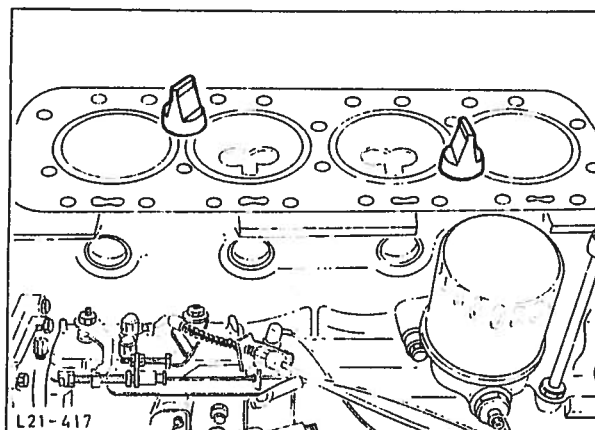
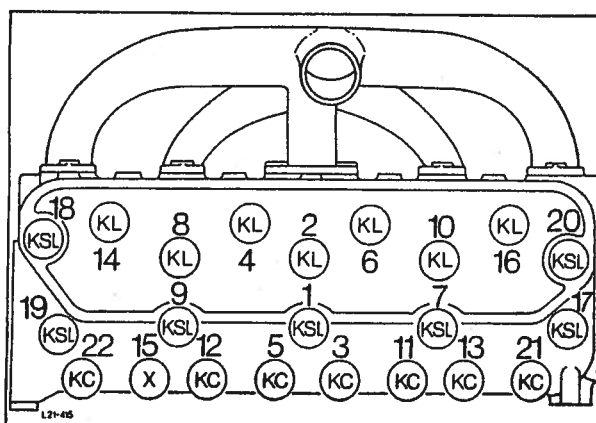

Fig. 110 Fest sylindrerforingene med spesialverktøy 21-088.
Fig. 111 Tiltrekkingsrekkefølge for topploksbolter.
12. Skru ut topploksboltene (22). Løsne topplokket i motsatt rekkefølge i forhold til tiltrekkingen (tiltrekkingsrekkefølge, se fig. 111). Løft av topplokket komplett med innsugning- og eksosmanifold. Ta vekk topppakningen og fest deretter sylindrerforingene med spesialverktøy 21-088, fig. 110.
Trekk til topploksboltene i tre trinn (se tekniske data) ved bruk av spesialverktøy 21-087. Trekk til som vist i fig. 111 og med angitt moment.